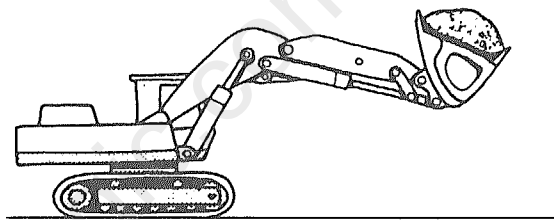

Abb. 3-15
- b) Die Stabilität der Maschine ist auch von der Position des Oberwagens abhängig (Abb. 3-15 und 3-16). Achten Sie deshalb auf eine gute und sichere Standposition der Maschine, bevor Sie mit den Ladearbeiten beginnen.